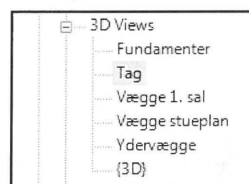

Fig. 15.05. Project Browser - oversigt over dine lag/3D Views.
- Giv dem alle et navn, eksempelvis som på Fig. 15.05.